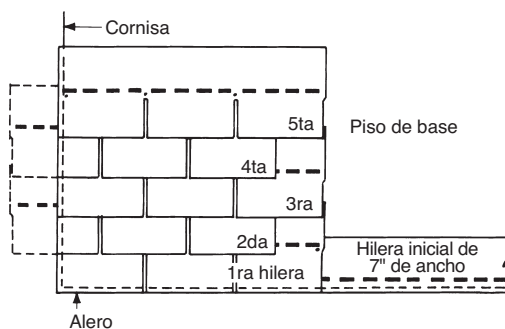

Figura 10-12: Método de instalación escalonada vertical
**PRIMERA HILERA:** Coloque una teja entera en la esquina inferior izquierda del techo, con las lengüetas al ras de la hilera inicial (Figura 10-12).